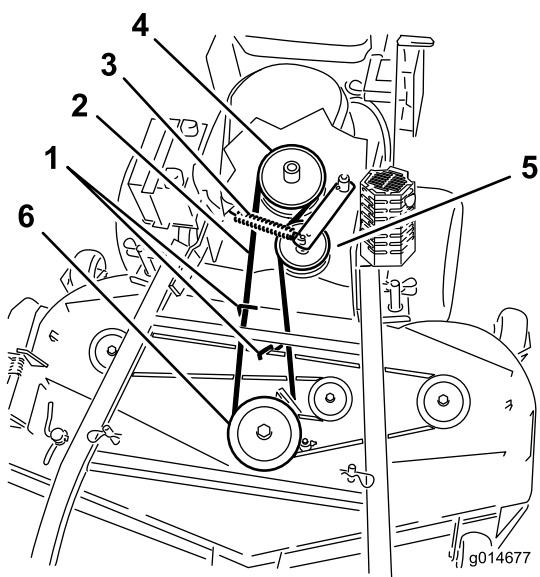
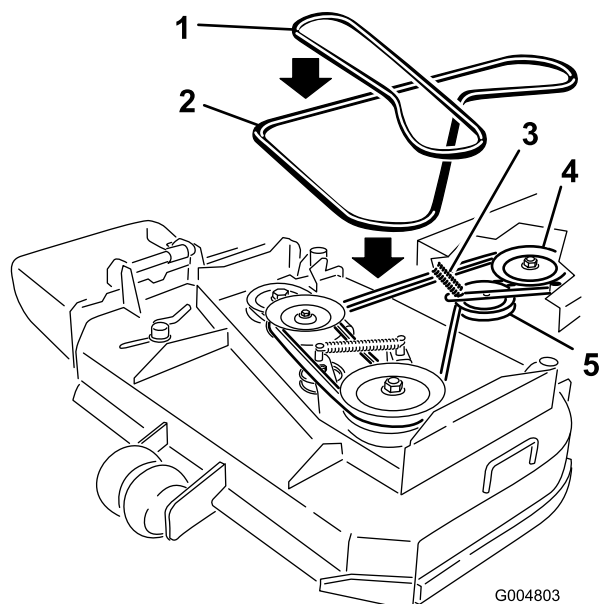

Figure 52
Figure 53
- Retirez la courroie de la poulie centrale sur le tablier de coupe (Figure 52). Reportez-vous à la Figure 53 pour enlever la courroie de la poulie gauche sur un tablier de coupe de 36 pouces. Procédez avec précaution lors du retrait de la courroie, car la tension est augmentée par la poulie de tension rappelée par ressort.
- Retirez la courroie de la poulie de moteur et la poulie de tension rappelée par ressort (Figure 52). Reportez-vous à la Figure 53 pour déposer la courroie des poulies sur le tablier de coupe de 36 pouces.
- Placez une courroie neuve sur la poulie de moteur et la poulie de tension rappelée par ressort (Figure 52).
- Installez la courroie sur la poulie centrale du tablier de coupe (Figure 52). Procédez avec précaution lors de la repose de la courroie, car la tension est augmentée par la poulie de tension rappelée par ressort. Reportez-vous à la Figure 53 pour installer la courroie sur la poulie gauche sur un tablier de coupe de 36 pouces.
- Réglez l'écartement entre le guide et la courroie à 3 mm (1/8") pour les tabliers de coupe de 40, 48 et 52 pouces (Figure 52).